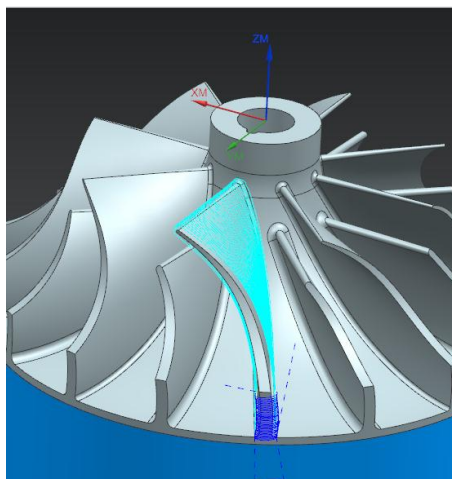

Рисунок 3.34 – Траектория обработки
- Нажмите "**Генерировать**"  (рисунок 3.34).